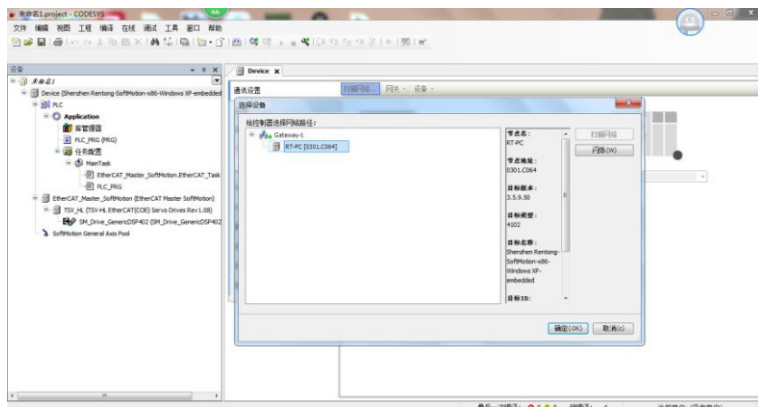
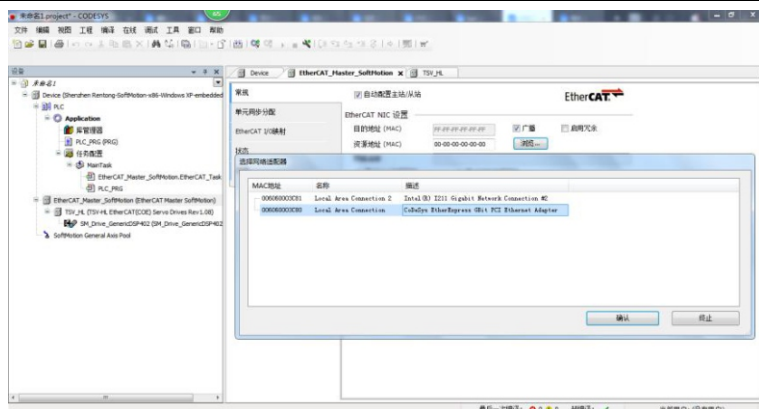

图 12
图 13
10、选择 TwinCAT 菜单 Activate configuration，选择 Driver1，进入 NC: online 标签页，点击 Enabling->set->all 使能伺服驱动器（图 12），点击 F2 或 F3 手动正反转，默认速度是 100mm/s，即 600 转/分钟，可以从伺服驱动器确认（图 13）。
打开 Device, 扫描网络, 选择当前连接的控制器 (图 12)。
①设置主站参数。设置资源地址，选择网口（控制器与驱动器相连的网口）（图13）；